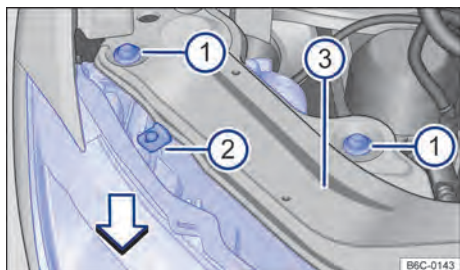

Fig. 162 En el compartimento del motor: tornillos de fijación del faro delantero.
- Quitar los tornillos de fijación → fig. 162 ❶ con ayuda de una llave torx.
- Mover el faro hacia delante, en la dirección de la flecha → fig. 162, hasta que los dos clics de la parte inferior se desacoplen y permitan retirar el faro.
- Desencajar el conector de alimentación para retirar por completo el faro → ❶.
- Volver a colocar el faro con cuidado hasta que los dos clips inferiores encajen y el tope superior → fig. 162 ❷ apoye en el soporte del faro ❸.
- Volver a colocar los tornillos de fijación ❶ en la carcasa del faro.
- Presionar el faro contra el tope central superior ❷ y apretar los tornillos ❶ con la llave torx.